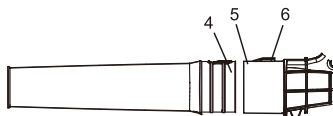

Fig. 6
3. Glissez la grande extrémité de la section arrière de la buse (4) sur l'entrée d'air du souffleur (5) (Fig. 6).
4. Pousser fermement la section arrière de la buse sur l'entrée d'air du souffleur jusqu'à ce que le bouton de dégagement de la buse (6) « s'enclenche » pour verrouiller l'assemblage de la buse sur l'entrée d'air du souffleur.